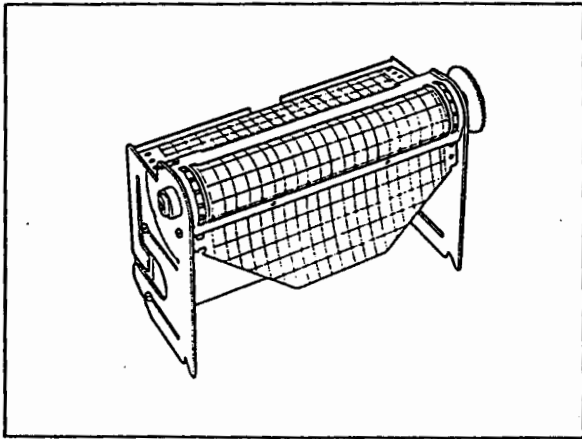

図 3.4
(3) 記録紙についている厚紙をストック部に敷きます。
(4) 図3.4のように折りたたみ記録紙を入れ、記録紙おさえの下をくぐらせます。